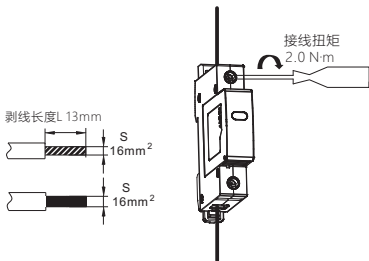

图8 接线方式
5.4 适用于铜导线连接，导线选择见表3，接线方式及剥线长度示意如图8。